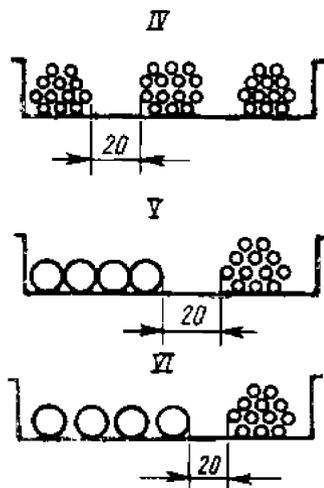

Рис.14
- пучками (*IV*) с расстоянием между ними около 20 мм (рис.14);